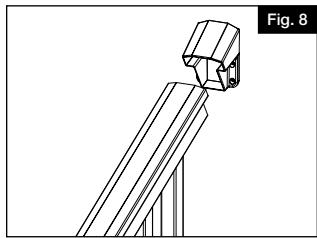
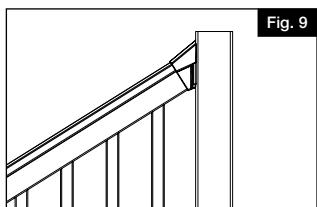

Fig. 8
Fig. 9
- i. Encaje las cubiertas de los soportes del travesaño inferior en los soportes inferiores (Fig. 9).
Deslice los soportes angulares sobre los travesaños (Fig. 8), y coloque el tramo de travesaño entre los postes (Fig. 9).